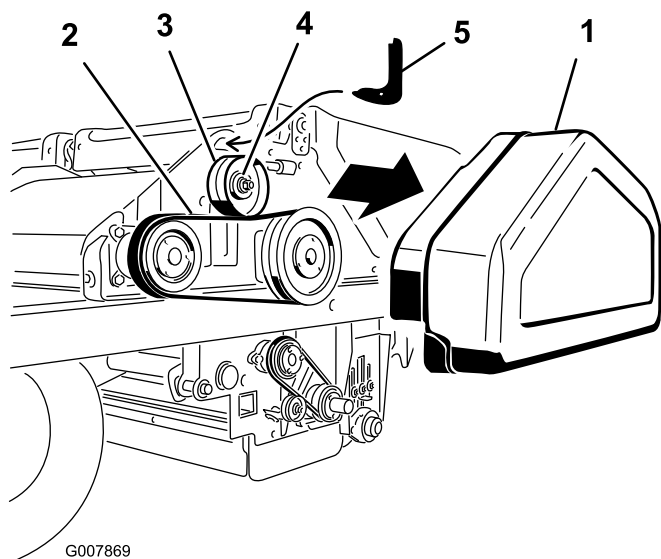

図 59
らアイドラ・プーリのナットを締め付ける (図 59)。
1. ベルト・カバー (図 59) を取り外す。
2. アイドラ・プーリのナットをゆるめる (図 59)。
3. アイドラ・プーリの上側にある穴に、ベルト張り工具のフック状の端部を入れる (図 59)。ベルト張り工具のカーブのついている方の端部をアイドラ・プーリに載せる。
4. ベルト張り工具についでいる穴に、1/2 インチのトルク・レンチのソケットを入れる (図 59)。